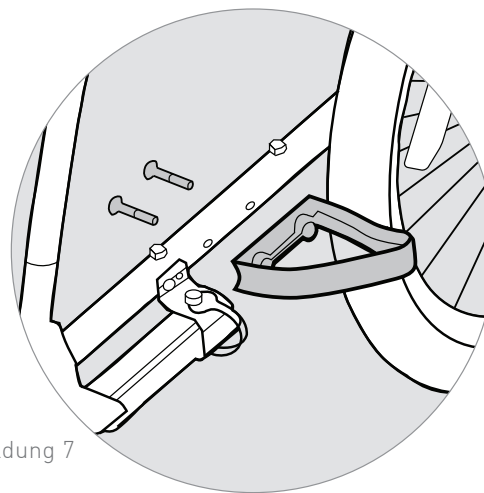

Abbildung 7
1. Bolzen der Radabdeckung durch das Rahmenrohr einführen. Die Löcher in den Radabdeckungen auf die Bolzen ausrichten. Mit dem Inbusschlüssel festziehen (Abbildung 7).